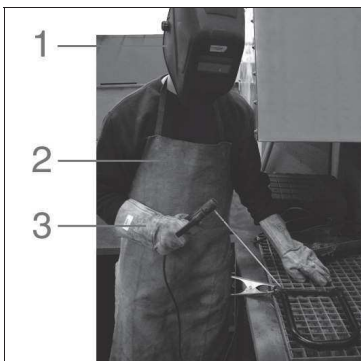

Fig. 6
- Proteggersi con la tuta prescritta (Cfr. fig. 6)